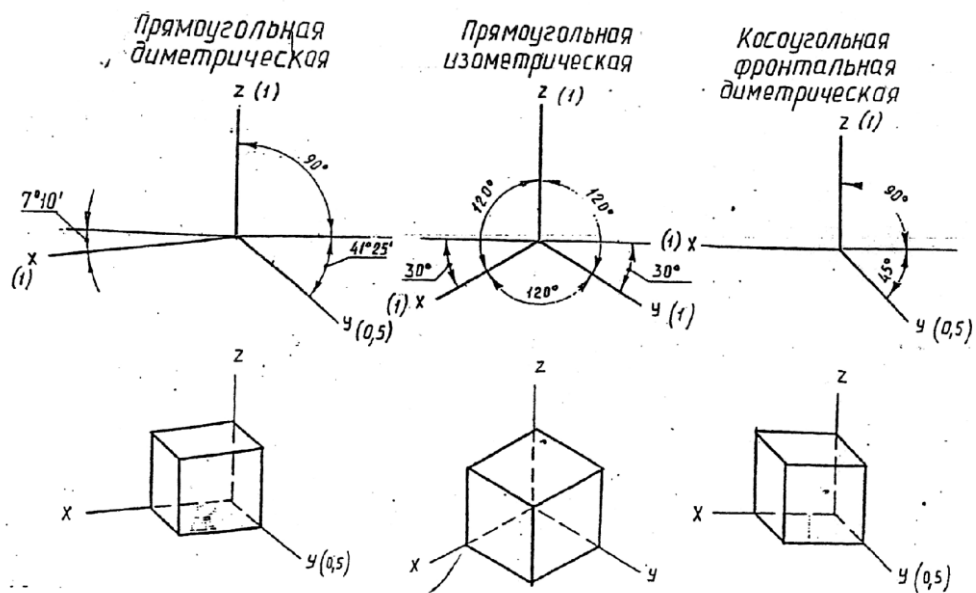

Рис.15 Виды аксонометрических проекций
- косоугольная фронтальная диметрическая проекция и др. (рис. 15.)